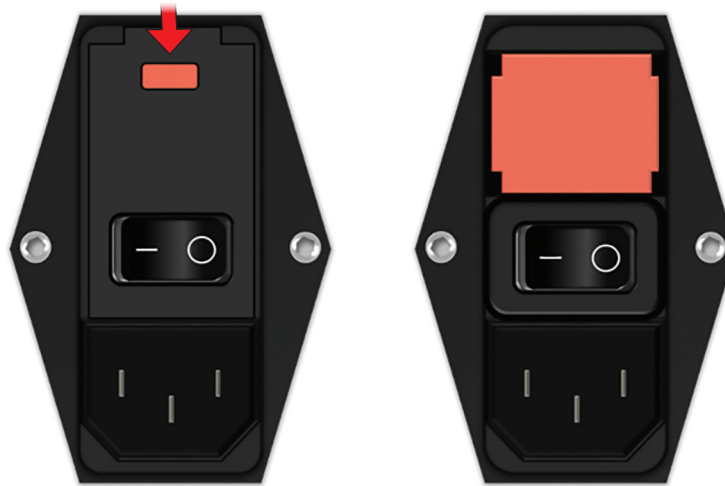

Figura 13.4.1: Módulo de conector del cable, conmutador y fusibles para la sustitución de los fusibles
Los fusibles se alojan dentro del portafusibles que se encuentra dentro del módulo que agrupa el conector del cable, el conmutador y los fusibles. Consulte la figura 13.4.1 a continuación.
3. Abra la tapa del módulo de conector del cable, conmutador y fusibles haciendo palanca con un destornillador de punta plana en las ranuras superiores para abrir la tapa tal y como se ilustra en la figura 13.4.1.